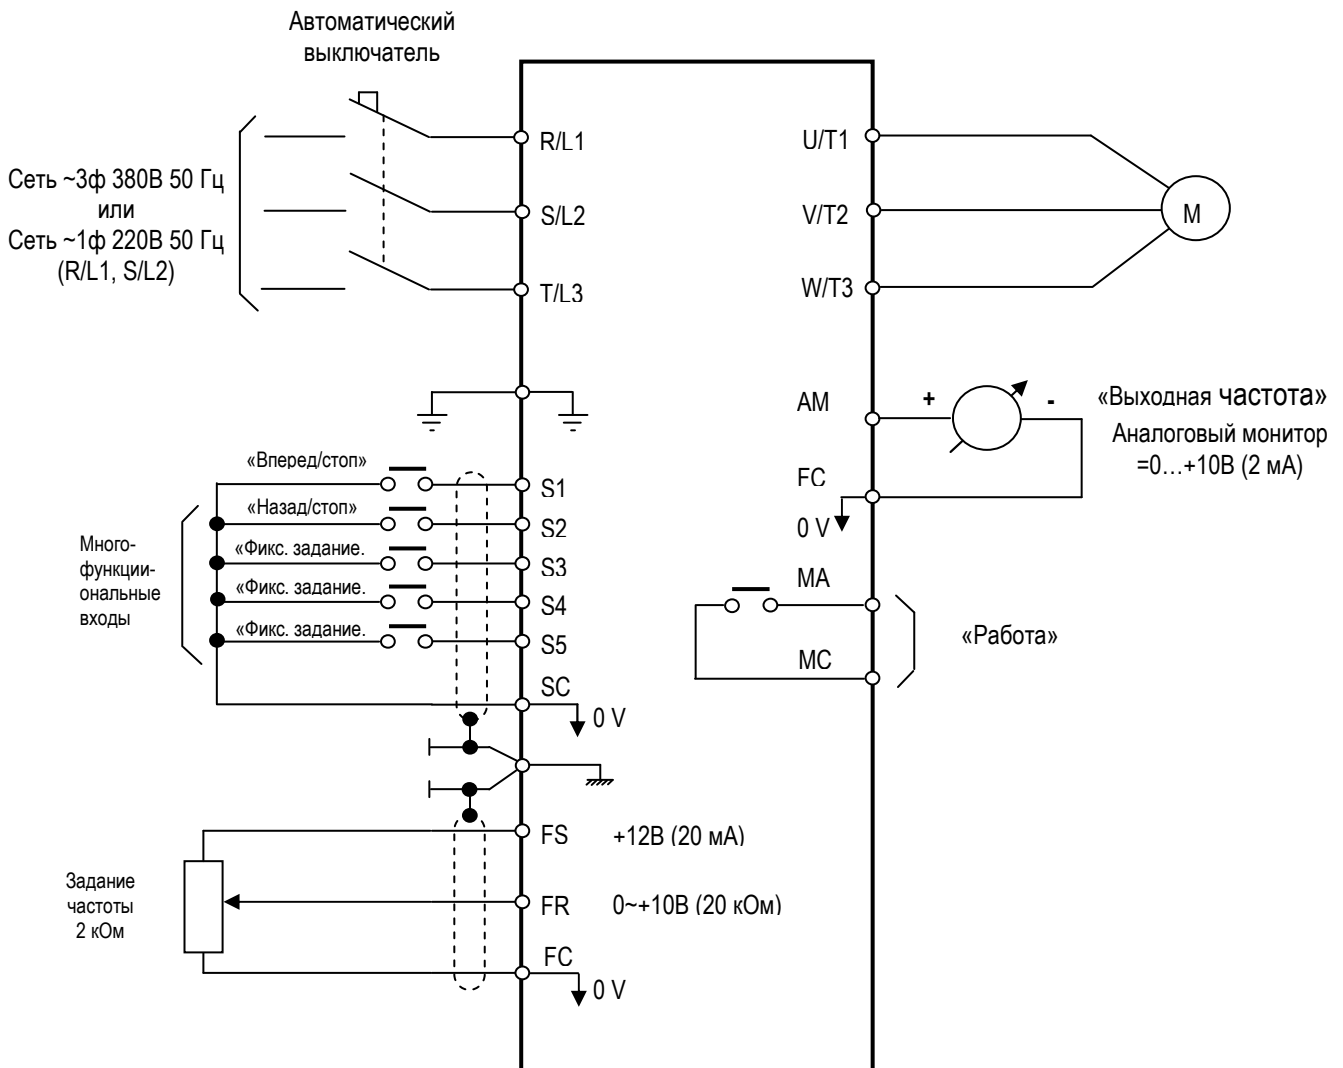

Рис. 4.4. Схема подключения цепей управления.
4.7.1. Подключить электродвигатель к выходным клеммам U/T1, V/T2, W/T3 (рис.4.4) .
4.8.2. Подключить потенциометр к входным клеммам управления, как показано на рис. 4.4. Подключить один из концов проволочной перемычки к клемме SC.